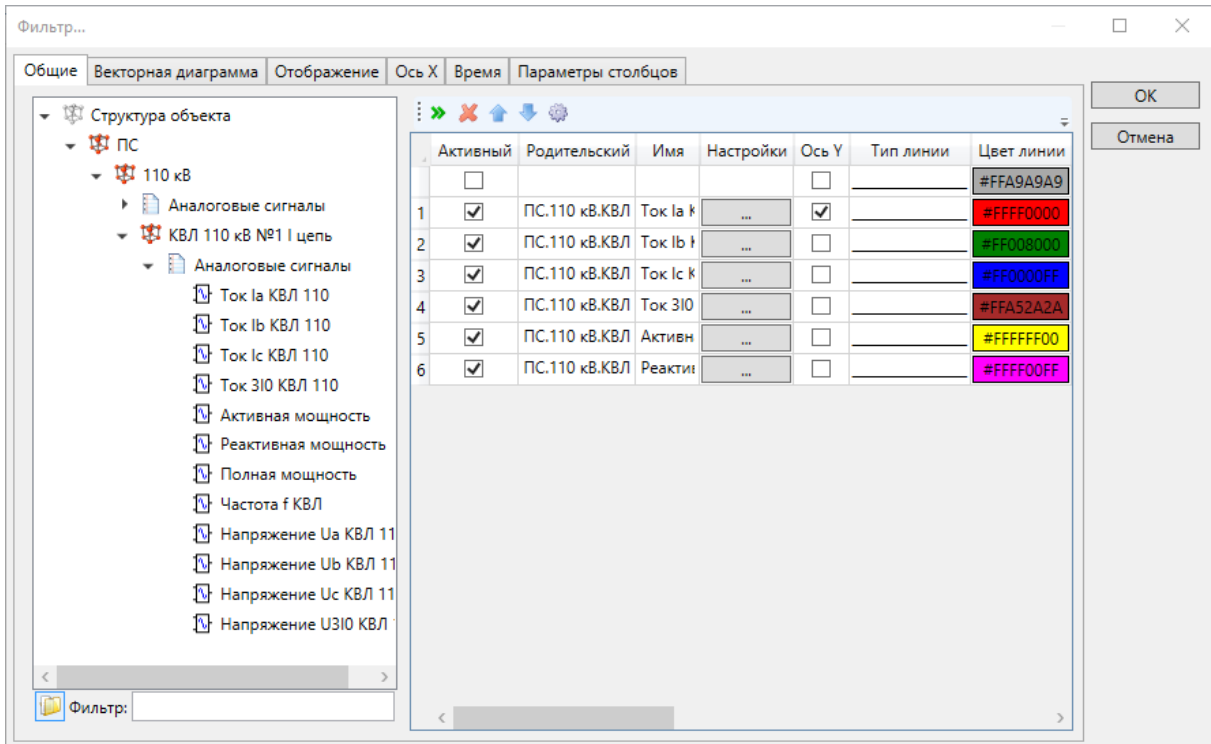

Рисунок 364 – Фильтр трендов. Данные
- **Общие** (рисунок 364). В разделе определяется перечень сигналов, отображаемых в виде трендов, и вид каждого тренда. Перечень и параметры графиков тренда настраиваются средствами группового редактора (4.13.3). Параметры настроек по умолчанию добавляемого тренда настраиваются в окне **Настройки графика**, вызываемого командой **Изменить значения по умолчанию** группового редактора, и применяются ко всем добавляемым сигналам, отображаемым в виде трендов. Вид окна **Настройки графика** тренда по умолчанию приведен на рисунках 365, 366. Перечень и описание параметров настроек по умолчанию добавляемого тренда приведены в таблицах 266, 267. Вид окна настройки тренда, вызываемого командой столбца **Настройки**, аналогичен виду окна тренда по умолчанию (кроме параметров автовыбора цвета графика сигнала и параметра «Брать из типа»). Перечень параметров настройки тренда и их описание совпадает с перечнем параметров настройки тренда по умолчанию. Дополнительно доступен ввод наименования графика в трендах. Применение параметров настройки трендов выполняется командой **ОК**;